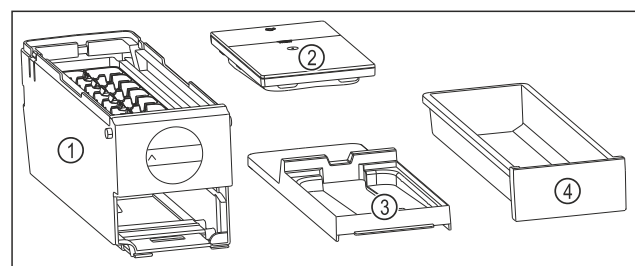

Fig. 132 Bestanddelen van de EasyTwist-Ice
- ▷ EasyTwist-Ice is in vier delen gedemonteerd. (zie Fig. 132)
- ▶ EasyTwist-Ice alleen in afgebeelde bestanddelen demonteren. (zie Fig. 132)
- ▶ EasyTwist-Ice-corpus Fig. 132 (1) als geheel reinigen.